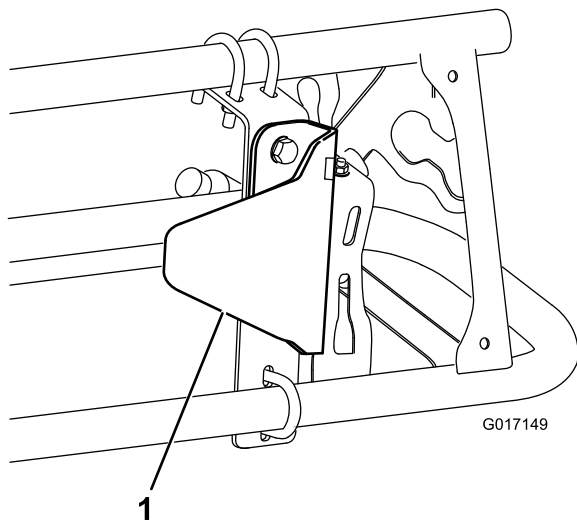

図 7
2. 図 7 のように、取り付けブラケットにセンサーガードブラケットを取り付ける；ボルト (5/16 x 3/4 インチ) (2本) とフランジナット (5/16 インチ) (2個) を使用する。